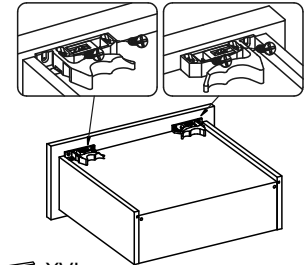

рис. 6
2. Боковины ящика (XI, XII) конфирматами 7x50 (7) прикрутить к задней панели (XIII) и фальш-панели ящика (XVI), дно ящика (XIV) вставить в пазы боковин (XI, XII) и прикрутить саморезами 3,х15 (19) к задней панели (XIII) и фальш-панели (XIV)(рис. 5). Прикрепить фасады (XV) к ящикам при помощи винтов M4x22 (5), установить фиксаторы (22)(рис. 6).